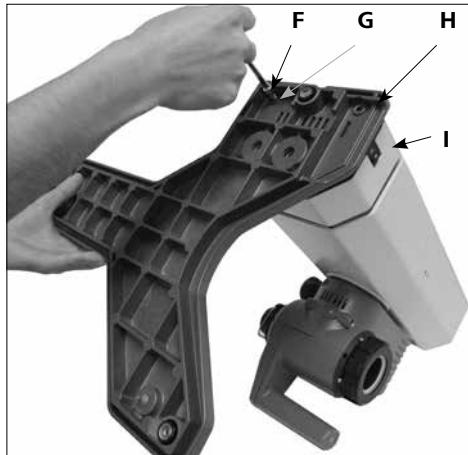

Fig. 7
#### 1.) リフトへの土台の取り付け (Fig. 7)
- 開梱後、円筒形ねじM6x25(F) 4 個と鋸歯状座金M6(G)を付け、ベース (H) をリフト (I) に取り付けます。(Fig. 7)